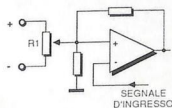

Figura 2
2. In Figura 2, lo scopo di R1 è di determinare: